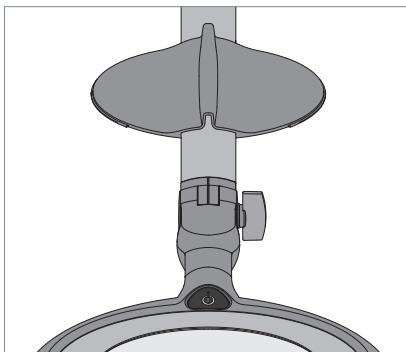

Fig. 4: Almacenamiento de la cubierta de la lente.
- Sujete la cubierta de la lente a la varilla de la luminaria, véase Fig. 4.